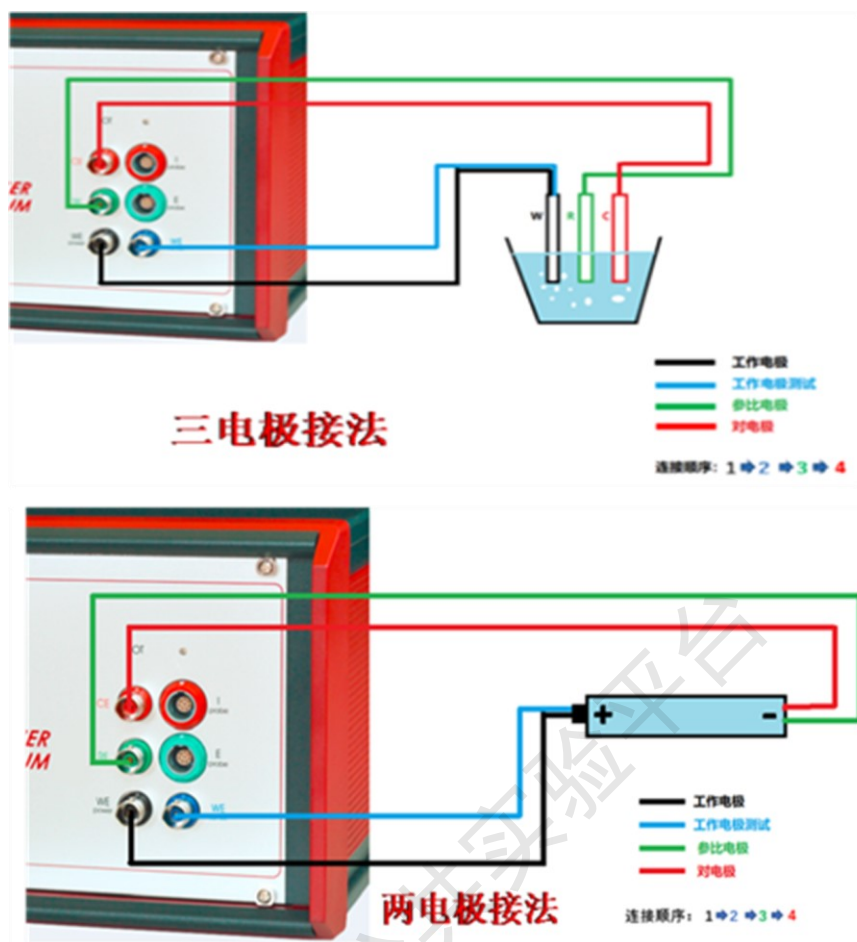

图 6-2
- ① **四电极接法：**红色对电极 (CE)，绿色参比电极 (RE)，黑色工作电极 (WE power)，蓝色工作电极 (WE sense)，一端按颜色分别插在电化学工作站，另一端分别夹住样品。三电极体系含两个回路：一个回路由工作电极 (WE sense) 和参比电极组成，用来测试工作电极的电化学反应过程，另一个回路由工作电极 (WE power) 和辅助电极组成，起传输电子形成回路的作用。
- ② **三电极接法：**两工作电极合并一线，与红色对电极 (CE)，绿色参比电极 (RE) 构成三电极体系 (图 6-2)。
- ③ **两电极接法：**两工作电极合并一线作正极，红色对电极 (CE) 和绿色参比电极 (RE) 合并一线作负极 (图 6-2)。